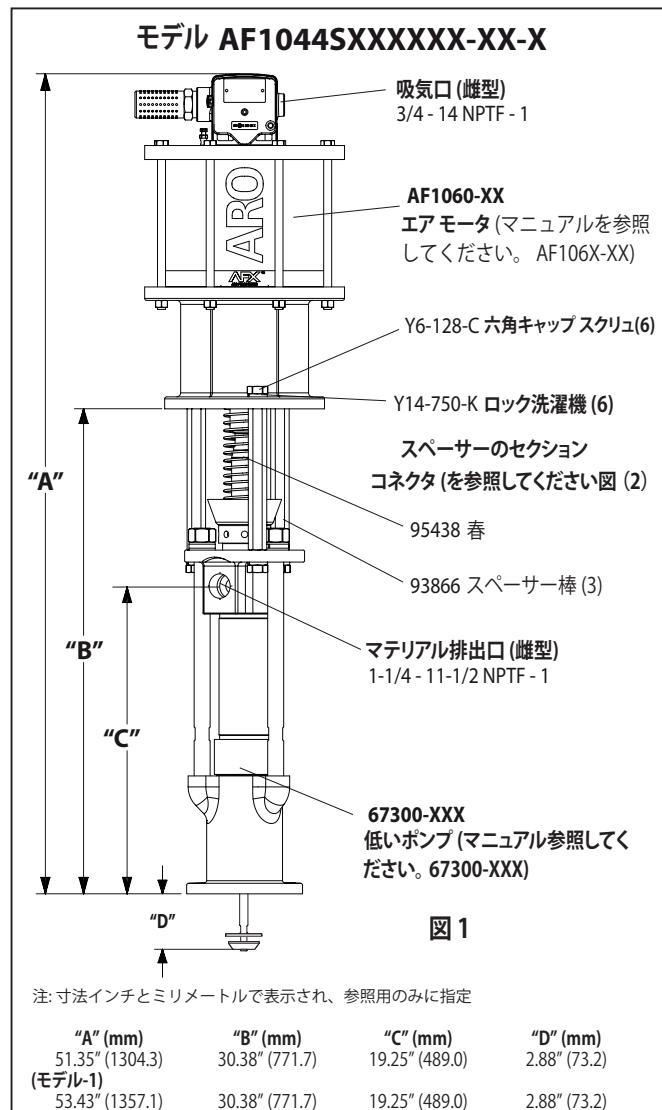

図 1
2. 3 (Y6 128 C) のキャップのネジを取り外して、(Y14 750 K) ロック洗濯機(図 1 参照) 3 つの (93866) スペーサー棒から。